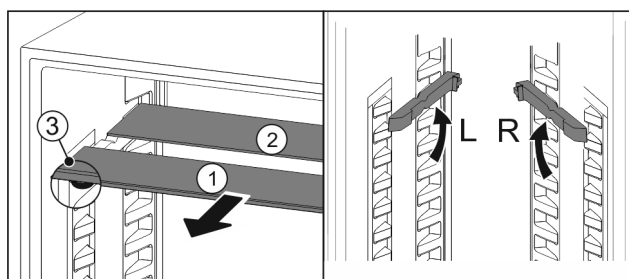

Fig. 18
- Skleněné desky jednotlivě vytáhněte dopředu Fig. 18 (1).
- ▷ Skleněná deska Fig. 18 (1) s ozdobnou lištou leží vpředu.
- ▷ Záračky Fig. 18 (3) směřují dolů.